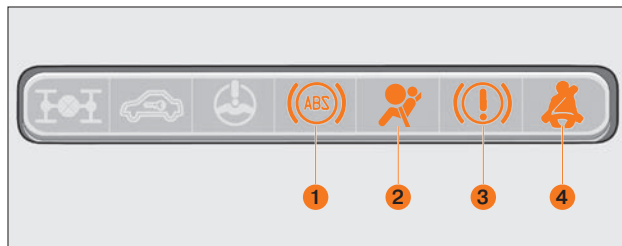

Рис. 43. Блок контрольных ламп
## БЛОК КОНТРОЛЬНЫХ ЛАМП (рис. 43)
### Контрольная лампа антиблокировочной системы тормозов (АБС) 1 (рис. 43).
**Контрольная лампа системы пассивной безопасности 2 (рис. 43).** После включения зажигания лампа должна загореться жёлтым светом на шесть секунд и погаснуть. При выключении зажигания и включении его до истечения 15 секунд сигнализатор не включается.
**Контрольная лампа электронного распределения тормозных сил 3 (рис. 43).**
### Контрольная лампа непристёгнутого ремня 4 (рис. 43).